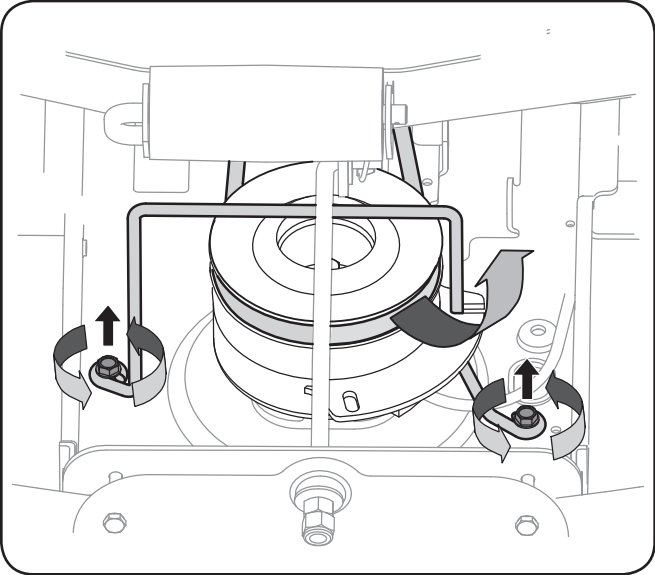

Figure 7-1
3. Localisez l'embrayage de la prise de force sous l'avant du tracteur. Voir la Fig. 7-1.
4. Démonter le dispositif de protection de la courroie et la courroie comme suit. Voir la Fig. 7-1.